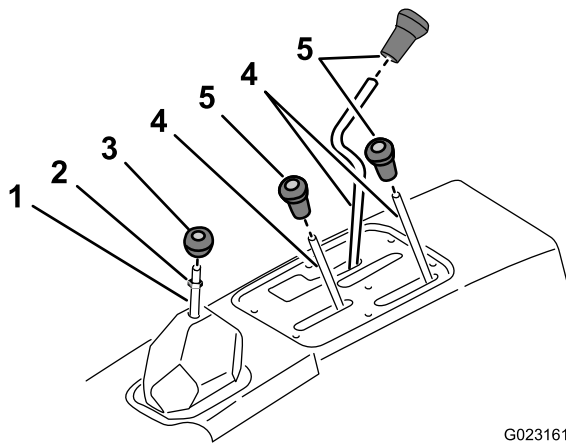

Figura 6
2. Svitare e togliete tutte le manopole dalle leve della console e dalla leva del cambio (Figura 6).
3. Togliete il controdado dalla leva del cambio (Figura 6).